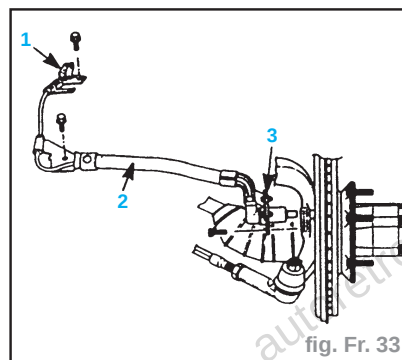

fig. Fr. 33
- Le connecteur de capteur (1) (fig. Fr. 33).
- Le câble de capteur (2).
- Le capteur de vitesse (3).